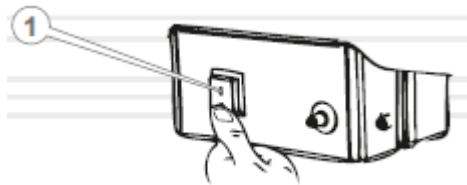

Рисунок 2
2. Встановіть клавішу "Увімкнення/Вимкнення" (1) у положення «О» (див. рисунок 2).
2. Встановіть клавішу "Увімкнення/Вимкнення" (1) у положення «I» (див. рис. 2). Вентилятор при цьому відразу ж почне працювати.
3. Встановіть клавішу "Увімкнення/Вимкнення" (1) у положення «O» (див. рис. 2). Вентилятор при цьому припинить працювати.
1. Встановіть клавішу "Увімкнення/Вимкнення" (1) у положення «O» (див. рис. 2). Вентилятор при цьому припинить працювати.
3. Встановіть клавішу "Увімкнення/Вимкнення" (1) у положення «I» (див. рис. 2). Вентилятор при цьому відразу ж почне працювати.